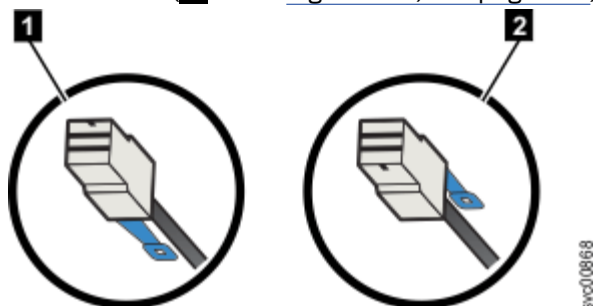

Figure 134. Orientation du connecteur du câble SAS
- Pour les boîtiers d'extension 2145-24F ou 2145-12F , la languette d'extraction bleue doit se trouver sous le câble (1) sur la Figure 134, à la page 120).
- Pour les noeuds 2145-SV1 ou 2145-DH8 et les boîtiers d'extension 5U, la languette d'extraction bleue doit se trouver au-dessus du connecteur (2) sur la Figure 134, à la page 120).